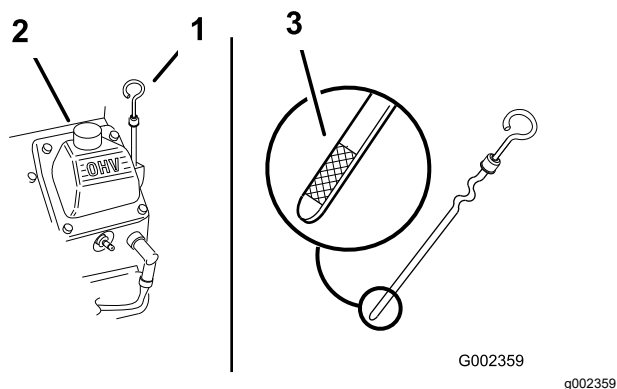

Figura 43
2. Limpie alrededor de la varilla de aceite (**Figura 43**) para que la suciedad no pueda penetrar por el orificio de llenado y causar daños en el motor.
3. Retire la varilla, límpiela, y vuelva a colocarla, asegurándose de que quede bien asentada (Figura 43).
4. Retire la varilla y compruebe el nivel de aceite. El nivel del aceite debe encontrarse entre las marcas "F" (lleno) y "L" (bajo) en la varilla (Figura 43).
5. Si el nivel de aceite está por debajo de la marca "L" (bajo), retire el tapón de llenado (Figura 43) y añada aceite hasta que el nivel llegue a la marca "F" (lleno) de la varilla.